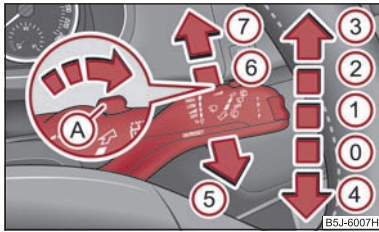

Abb. 45 Scheibenwischerhebel
Der Scheibenwischerhebel ⇒ Abb. 45 hat folgende Stellungen:
- Drücken Sie den Hebel vom Lenkrad weg in die Stellung ⑥ ⇒ Abb. 45, der Scheibenwischer wischt alle 6 Sekunden.
Zum Reinigen der Scheinwerfer kommt es nach jedem fünften Betätigen der Frontscheibenwaschanlage und wenn das Abblend- oder Fernlicht eingeschaltet ist sowie der Scheibenwischerhebel ca. 1 Sekunde in der Stellung **5** ⇒ Seite 55, Abb. 45 gehalten wird.